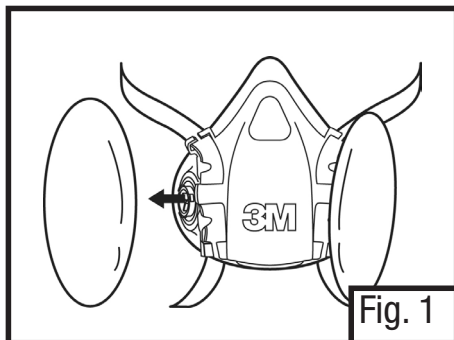

Fig. 1
1. Remover o filtro do lado direito do respirador (Fig. 1).